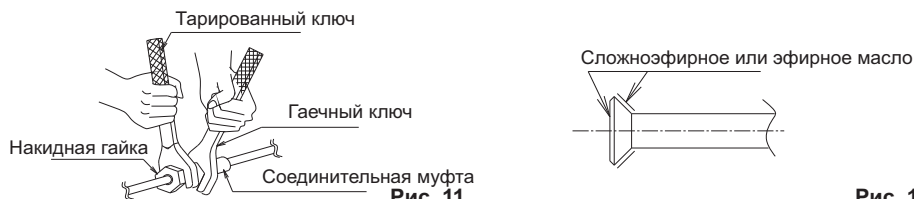

Рис. 12
- При соединении накидной гайкой, нанести на участок раструба (внутри и снаружи) сложноеэфирное или эфирное масло, сначала повернуть три-четыре раза, затем завинтить. (См. Рис. 12)